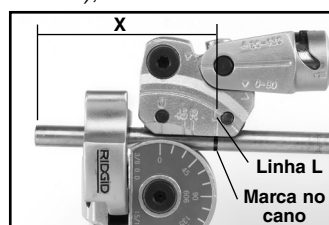

Figura 6 – Antes
- Marque o cano na distância desejada (X) da característica (extremidade do cano, curva, etc.). O centro da perna da curva estará a esta distância da característica.
- Se a característica estiver à **ESQUERDA** da marca (ver Figura 6 – Antes), alinhe a marca no cano com a linha “L” do carro.